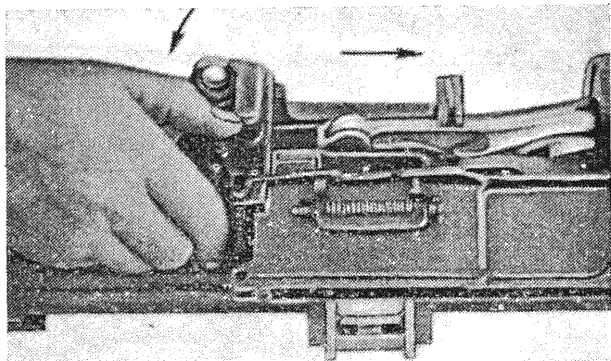

Рис. 54
2. Отстегнуть правую горловину, для чего нажать на правую защелку назад и отвести правую горловину в сторону (рис. 54).